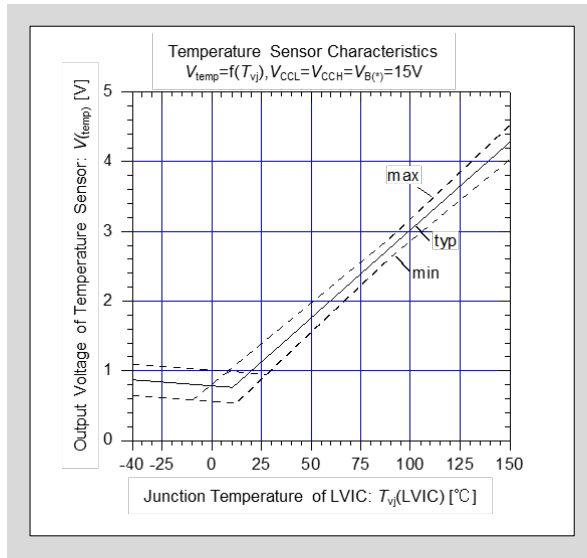

図3-24 LVIC温度とTEMP出力電圧特性
- 図3-24にLVICのジャンクション温度とTEMP端子出力電圧特性を示します。MPU電源電圧が3.3Vの場合は、TEMP端子に電圧クランプ用ツェナーダイオードを接続してください。また、約25°C以下で出力電圧はクランプされますので、線形性が必要な場合は、TEMP端子に22k $\Omega \pm 10\%$ のプルダウン抵抗 $R_{pulldown}$ を接続してください。